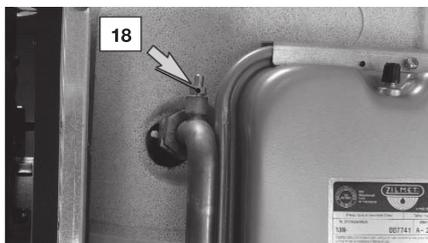

Рисунок 6.2
- Наполните систему отопления, см. раздел «Наполнение контура отопления» на с. 13, и закройте выпускной патрубок змеевика водонагревателя 18, (Рисунок 6.2), когда из данного участка начнет выходить вода.